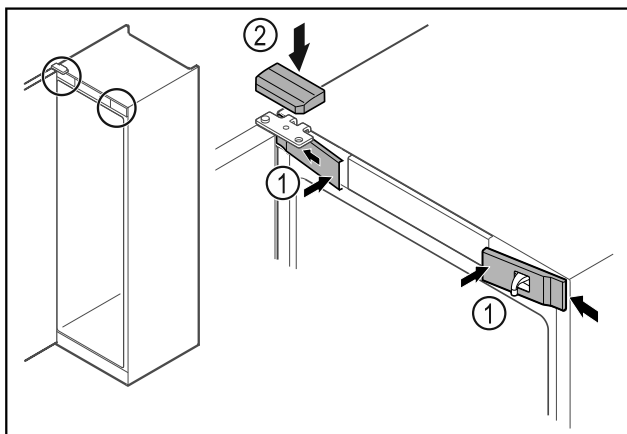

Fig. 45
- ▶ Acroșați apărătorile frontale Fig. 45 (1) lateral și fixați-le în poziție.
- ▶ Fixați în poziție apărătoarea superioară Fig. 45 (2) de sus.